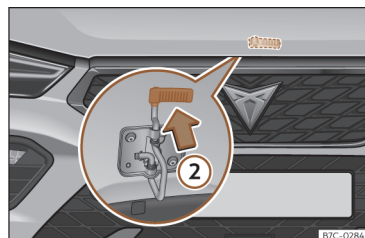

Fig. 196 Levier sous le capot.
- Pour soulever le capot moteur, appuyez vers le haut sur le levier situé au-dessous du capot >>> **fig. 196 ②**. Le crochet de fixation est alors déverrouillé.